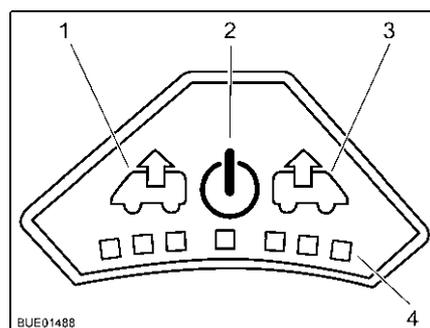

Fig. 90 Painel de controlo do ventilador
- Premir a tecla Ligar/Desligar (Fig. 90,2). O ventilador está a funcionar no modo de conforto (extrair o ar com o ventilador na mais baixa rotação).
- Para aumentar a rotação do ventilador: Prima a tecla Extrair o ar (Fig. 90,1). A rotação do ventilador no sentido da extração do ar aumenta um nível. Os LEDs (Fig. 90,4) indicam os níveis de comutação.
- Para reduzir a rotação do ventilador: Prima a tecla Arejar (Fig. 90,3). A rotação do ventilador baixa um nível.
- Para aumentar a rotação do ventilador: Prima a tecla Arejar (Fig. 90,3). A rotação do ventilador no sentido do arejamento aumenta um nível. Os LEDs (Fig. 90,4) indicam os níveis de comutação.
- Para reduzir a rotação do ventilador: Prima a tecla Extrair o ar (Fig. 90,1). A rotação do ventilador baixa um nível.
- Premir a tecla Ligar/Desligar (Fig. 90,2). O ventilador para, os LEDs apagam-se.